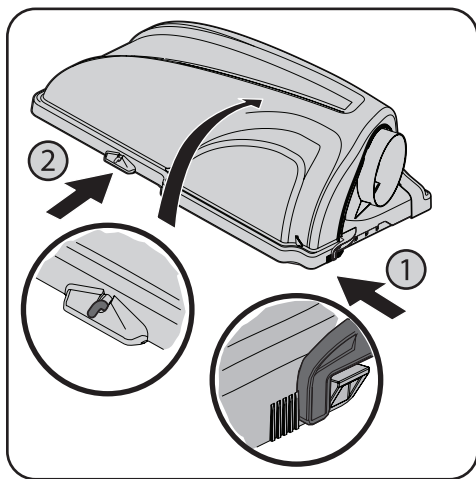

Figure 5-1
1. Ouvrez le capot du dispositif d'ensilage en appuyant sur l'arrière, la languette du côté droit avec votre main droite, comme illustré au point 1 de la Figure 5-1, et levez le couvercle avec votre main gauche placée sur à l'arrière du centre du couvercle du dispositif d'ensilage, point 2.